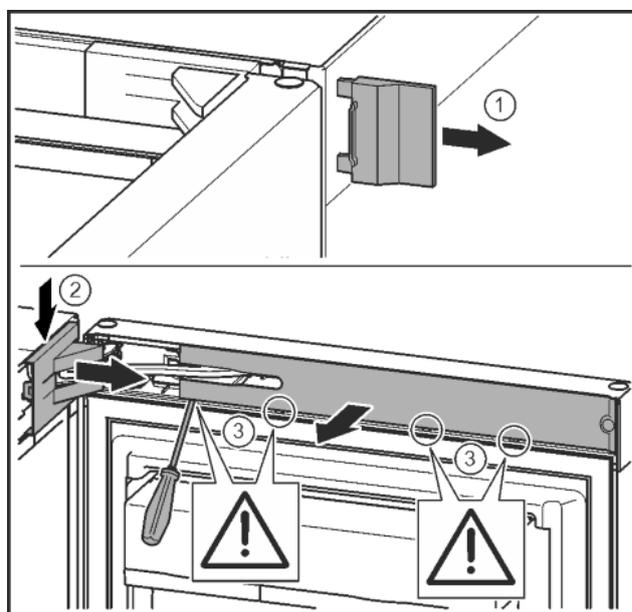

Fig. 12
► Togliere la copertura esterna. Fig. 12 (1)
► Sganciare e staccare la copertura del blocco di supporto. Asportare la copertura del blocco di supporto. Fig. 12 (2)
► Con un cacciavite liberare la mascherina e girarla lateralmente. Fig. 12 (3)